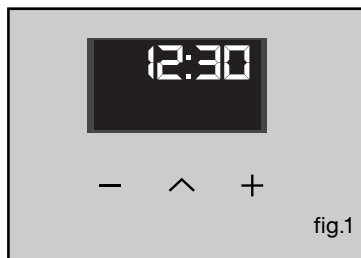

fig.1
- Pulse el mando “ \wedge ” (fig.1) hasta que parpadee el símbolo del minuterio Σ -> 0.00
- Establecer y confirmar la hora de su programación a doce y diez (Fig. 1).
-La pantalla muestra la hora (Fig. 1).